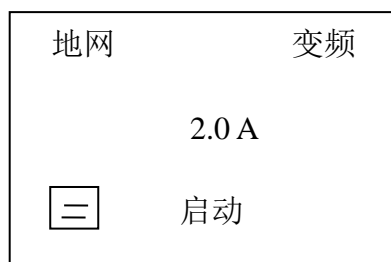
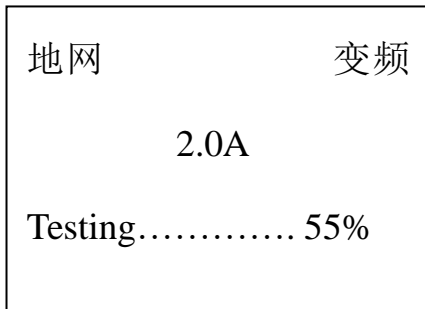
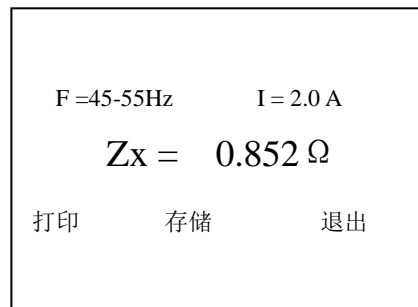

图 3
图 6
图 7
3.1、打开电源开关，计算机进行自检，液晶屏显示中文主菜单如图 3 所示。
3.5、测试：打开高压允许开关，当光标在测试项目上时，按**确认**键大约 5 秒钟开始测试。测试过程中显示的画面如图 6（地网，变频）所示，当下面的进程到 100%时候测试完毕，然后显示测量结果见图 7 所示，此时光标指示打印机图标，按确认键打印报告。测量结果的意义如下：
**4.5、手动打印：**仪器测试完毕,出现图 7 所示的界面.按→键可以在“打印”，“退出”之间选择.如果选择“打印”,按一下“确认”键,就会打印结果.如果选择“退出”，按“向下”键是把试验结果储存起来,但一定要输入相对应的编号（三位数字显示），按一下“确认”键,就会返回初始界面如图 3 所示,当光标在“启动”上时,按"向下"查看储存的试验结果。